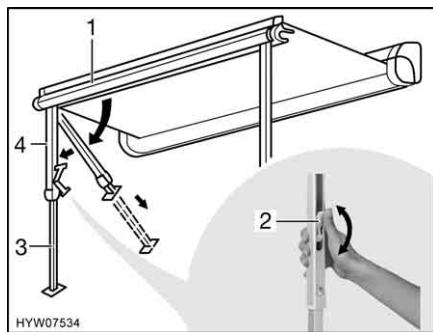

Fig. 21 Installazione dei montanti di supporto
- Rimuovere i montanti di supporto (Fig. 21,4) dal listello anteriore (Fig. 21,1) esercitando una leggera pressione verso l'esterno, quindi ribaltarli e collorci.
- Aprire il bloccaggio sui montanti di supporto. A tal fine ripiegare la leva di serraggio (Fig. 21,2) verso l'alto.
- Estrarre la parte inferiore dei montanti di supporto (Fig. 21,3) fino alla lunghezza desiderata.
- Chiudere il bloccaggio presente sui montanti di supporto. A tale scopo, spingere la leva di serraggio (Fig. 21,2) verso l'alto.